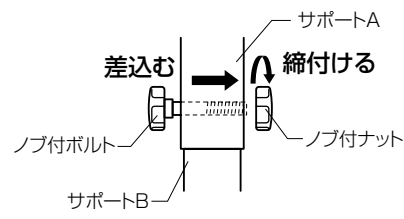

図4
⑤サポートA、Bの穴を合わせて、ノブ付ボルトを差込みノブ付ナットで締付けて固定します。(図4)